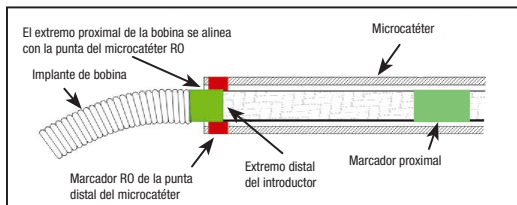

Figura 4: Posición de las bandas marcadoras para la separación
- Guíe la bobina hacia el lugar deseado hasta que el marcador radiopaco del sistema introductor esté alineado o ligeramente distal con respecto al marcador RO de la punta distal del microcatéter, con la zona de separación justo fuera de la punta del microcatéter. Consulte la Figura 4.